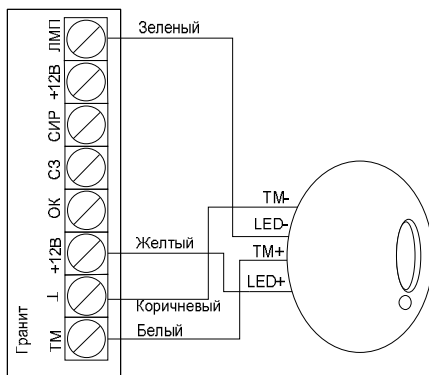

Рис.1
2. Подключить провод КСПВ 4х0,5 к порту ТМ, в соответствии с рис. 1.
3. Подключите порт ТМ к прибору (рис.1).